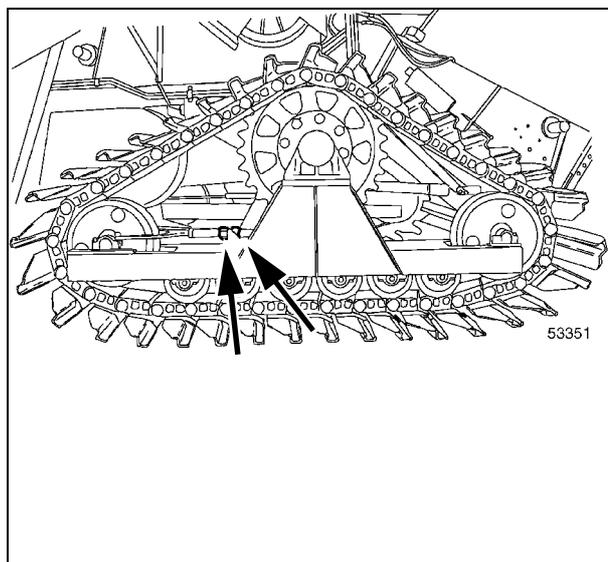

Рис. 46
- a.) отпустите четыре гайки (10), которые крепят холостой ролик (11) к раме гусеницы;
- b.) ослабьте захват (12);
- c.) поверните натяжное устройство (13) таким образом, чтобы получить натяжение, указанное выше;
- d.) затяните гайки (10), крепящие холостой ролик (11);
- e.) законтрите захват (12);
- f.) Залейте **MF GREASE EP** в две масленки, как показано в Рис. 46.